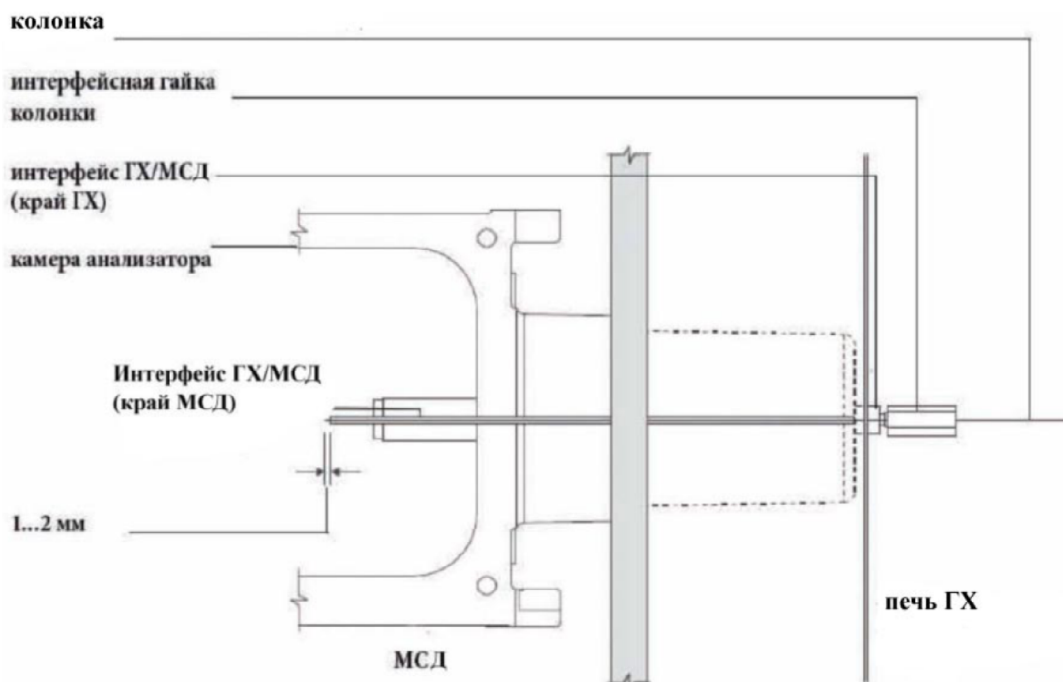

Рисунок 11 Подсоединение колонки в МСД – ГХ
- 10 Отрегулируйте колонку так, чтобы она в камере анализатора выступала на расстояние 1-2 см от края интерфейса ГХ/МСД, и затяните гайку рукой. См. Рисунок 11.